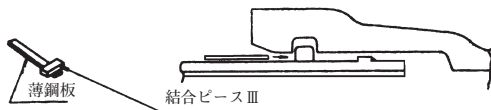

図19 結合ピースⅢの装着方法
- (2) 結合ピースⅢを図19のように、薄鋼板の上にのせて結合ピースⅠと結合ピースⅡの間に挿入する。